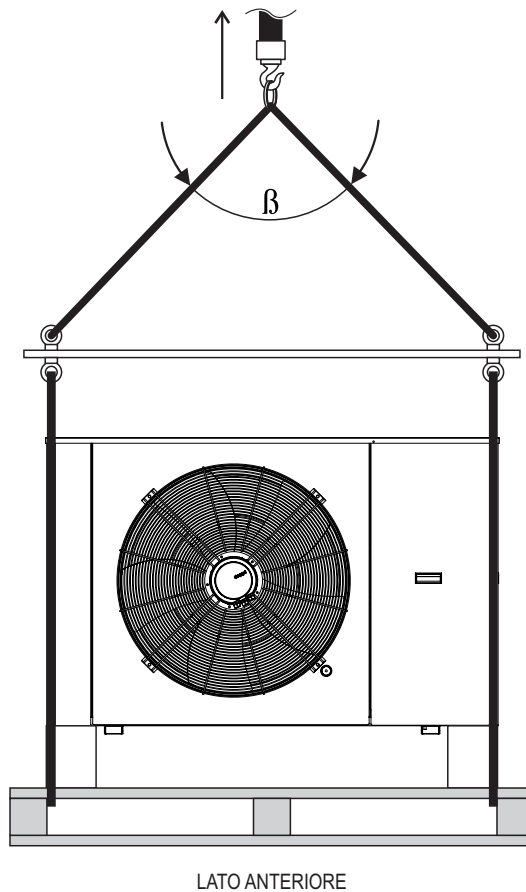

FIG. 26 (Movimentazione con gru o carro ponte)
- 2) Imbracare o agganciare gli accessori di sollevamento come indicato in **FIG. 26**
LA PORTATA DELLE CORDE, FUNI E/O BRACHE DIMINUISCE QUANTO PIÙ AUMENTA L'ANGOLO "β" (V. FIG. 26).